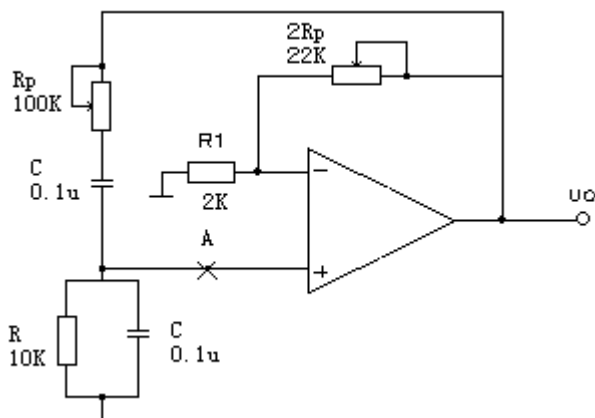

图 8-1 RC 串并联式振荡器
用集成运算放大器组成的 RC 正弦波振荡器性能稳定、调节方便，应用广泛。这里介绍集成化的 RC 串并联式正弦波振荡器，如图 8-1 所示。电阻  $R_1$ 、 $2R_p$  构成负反馈回路，使放大器的增益略大于 3。RC 串并联正反馈回路构成选频网络，当满足振荡的相位平衡条件时，
- 1、将电阻  $R$  和电位器  $R_p$  调整为  $30K\Omega$ ，按照图 8-1 连接电路。
首先用毫伏表测出电路的输出电压  $u_o$ ，切断电源，保持电路  $2R_p$  不变，断开图 8-1 中“A”点连线，从“A”端加输入信号，输入信号频率与振荡频率  $f_o$  相同，调节  $u_i$  使  $u_o$  等于原值，测出此时的  $u_i$  值，则